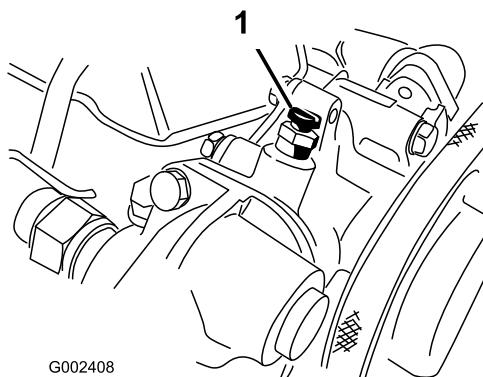

Figura 61
6. Aprite la vite di spurgo sopra la pompa dell'acqua (Figura 61).